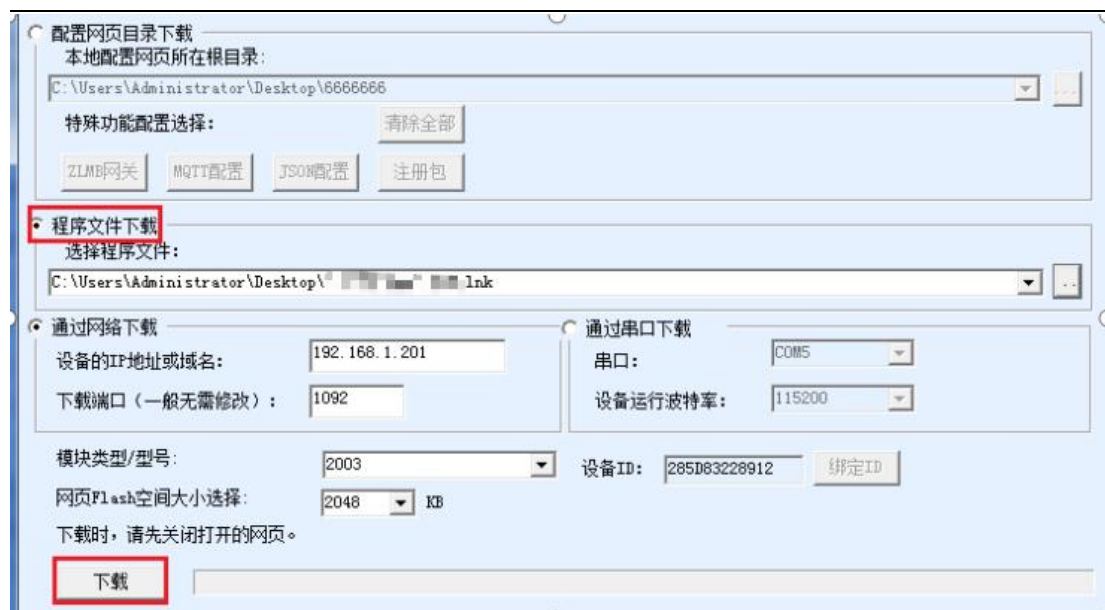

图 58 ZLAN5212DI 固件升级方法
- 3 如图 58 所示，选择“程序文件下载”单选项。在程序文件中，选择固件文件。串口服务器的 IP 地址部分已经自动填写好，无需再写入，模块类型/型号已经自动选择好。然后点击下载。